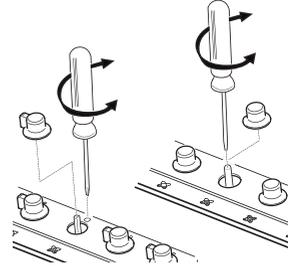

Fig.8: regolazione del minimo
2. Estrarre la manopola del rubinetto gas e agire sulla vite di regolazione [Fig.8] all'interno o a lato dell'astina del rubinetto (a seconda dei modelli), fino ad ottenere una fiamma minima regolare.